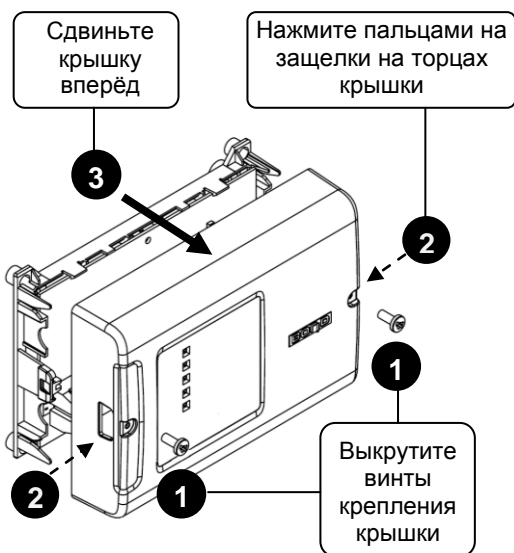

Рисунок 2. Снятие крышки блока
3.2.5 Снимите крышку блока в порядке, указанном на рис. 2.
3.2.9 Снимите крышку блока в порядке, указанном на рис. 2.
3.3.2 Снимите крышку блока в порядке, указанном на рис. 2.
Снимите крышку блока в порядке, указанном на рис. 2.